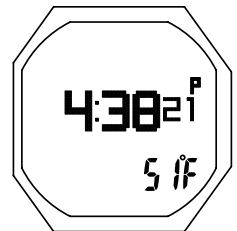

Fig. 87 - PANTALLA ALT. 2 DV3
**Pantalla alternativa 2 de DV3** - Ésta es la información mostrada (Fig. 87):